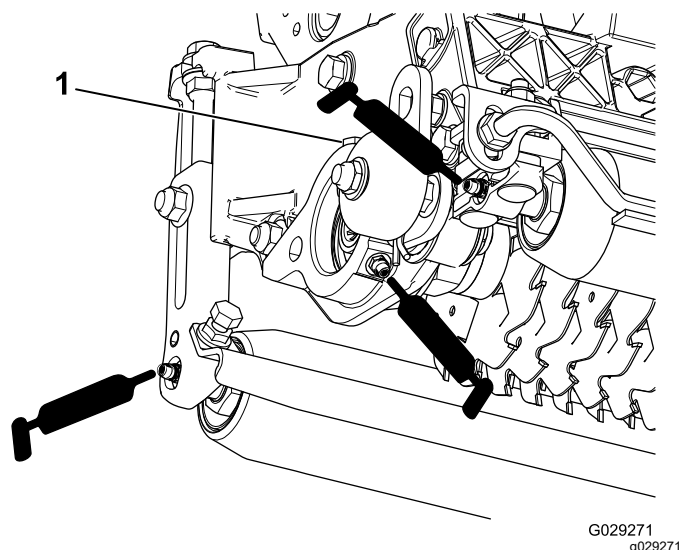

図 13
一週間ごとに、5ヶ所のグリスポイント 図 13にNo.2リチウム系汎用グリスを注入します。
2. ローラのシールやベアリングのリリーフバルブからきれいなグリスがはみ出てくるまでグリスを注入する 図 13。